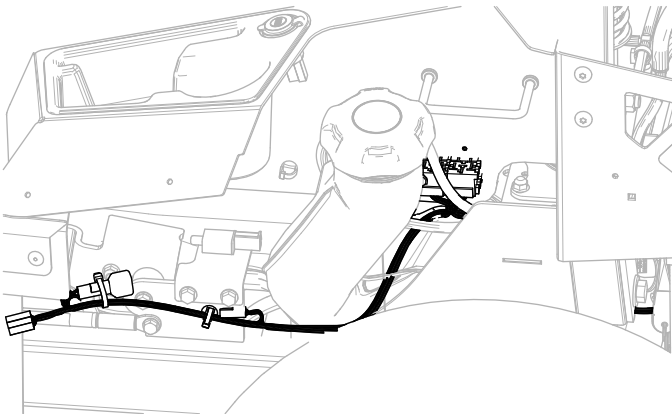

Figure 18
2. Faites passer le faisceau (Figure 18) le long du côté gauche du cadre et à travers le clip enfichable que vous avez installé à l'opération 1.